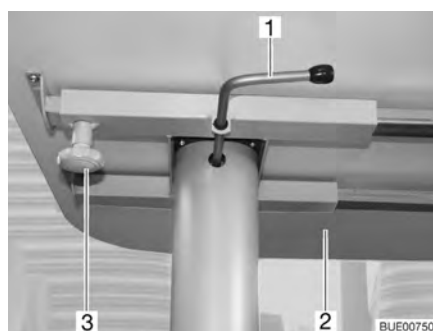

Fig. 72 Mesa elevadora, desplazable
- Aflojar el tornillo moleteado (Fig. 72,3).
- Desplazar a la posición deseada el tablero de la mesa (Fig. 72,2).
- Girar la palanca de bloqueo (Fig. 72,1) hacia la izquierda. El bloqueo del mecanismo de elevación está abierto.
- Presionar el tablero de la mesa (Fig. 72,2) por el centro hacia abajo hasta el tope y mantener presionado.
- Girar la palanca de bloqueo (Fig. 72,1) hacia la derecha (Fig. 72). El mecanismo de elevación está bloqueado.
- Girar la palanca de bloqueo (Fig. 72,1) hacia la izquierda. El bloqueo del mecanismo de elevación está abierto. El tablero de la mesa se desplaza hacia arriba hasta el tope.
- Girar la palanca de bloqueo hacia la derecha (Fig. 72). El mecanismo de elevación está bloqueado.